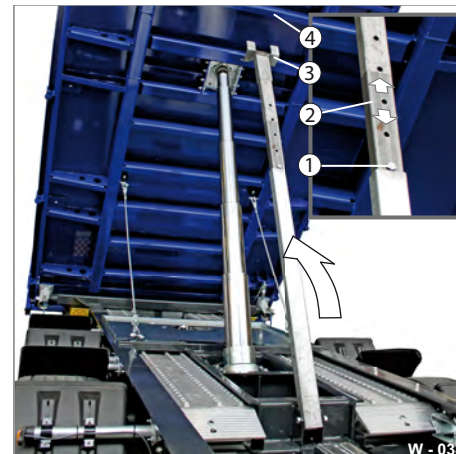

Abb. 38 Wartungsstütze ansetzen
- ▶ Verstellen Sie die Stütze (Abb. 38/2) auf die benötigte Länge und stecken Sie die Schraube (Abb. 38/1) in eine der Bohrungen ein.
- ▶ Kippen Sie die Ladebrücke langsam auf den U-Stützarm (Abb. 38/3) ab. Der U-Stützarm muss sicher auf der Querstrebe (Abb. 38/4) sitzen. Die Ladebrücke ist gegen Herabfallen mechanisch gesichert.